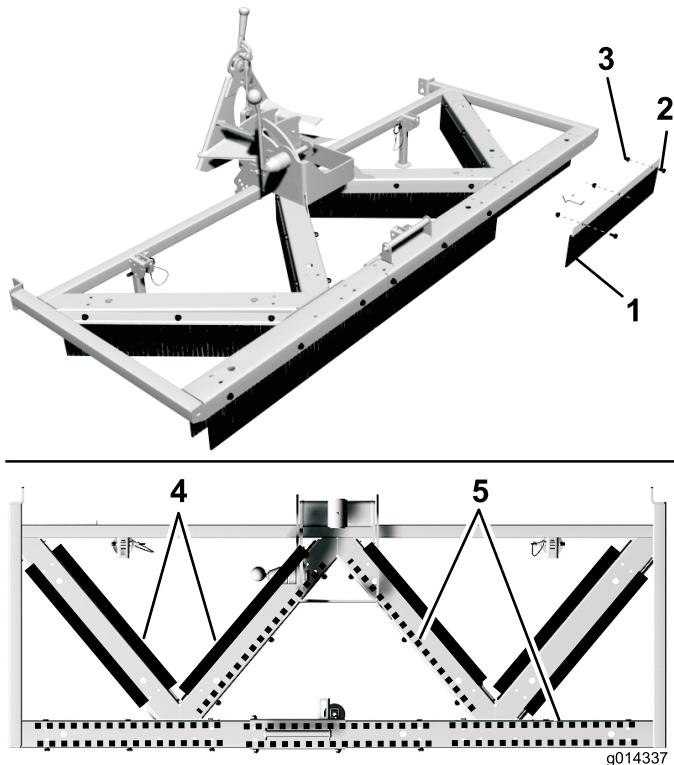

Figura 6
1. Prenda cada uma das (14) escovas de relva sintética aos lados da montagem da vassoura de relva com (3) parafusos flangeados 5/16 x 0,613. pol. e porcas flangeadas. As escovas devem ser posicionadas sob as flanges como se mostra em Figura 6.